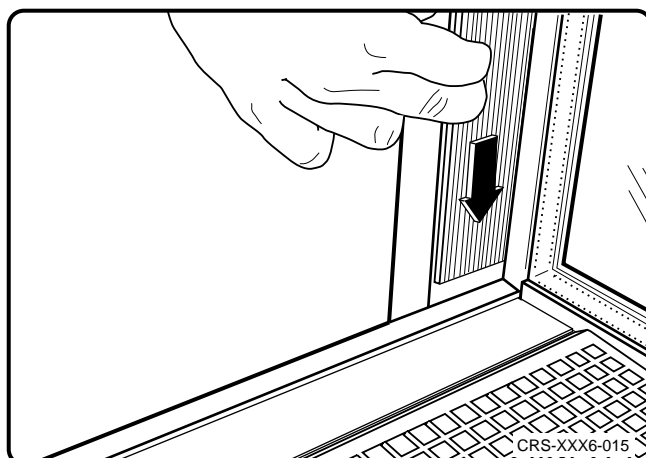

Fig. 9
- Empujar el recubrimiento hacia abajo hasta el tope (véase la fig. 9).
- Empurre a cobertura para baixo até ao fim (ver fig. 9).
- Afdekking tot de aanslag omlaag schuiven (zie afb. 9).